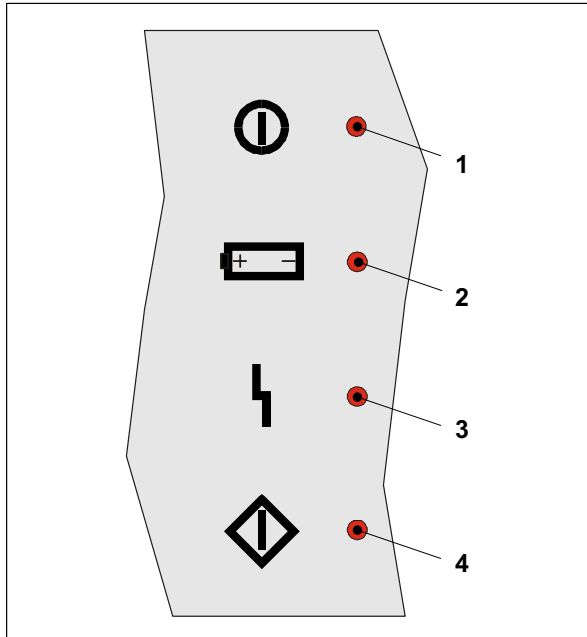

Fig. 22 Diodos luminosos (LED's) indicadores de estado y perturbación
- El LED *Mando ON* (Fig. 22/1) sirve para indicar que el mando está activado. Si no luce este LED es porque hay un fallo en la unidad de mando o porque el interruptor del proceso situado en la parte posterior del PLC se encuentra en la posición STOP.
- El LED *Fallo batería* (Fig. 22/2) sirve para indicar que es necesario cambiar la batería tampón del PLC (servicio Heidelberg).
- El LED *Fallo* (Fig. 22/3) sirve para indicar que hay un fallo como mínimo en el tampón de fallos del mando.
- El LED *Unidad ON* (Fig. 22/4) sirve para indicar que el DryStar 2000 está activado.
La selección del DryStar 2000 se indica en el panel de mando del armario del secador al iluminarse el LED *Unidad ON* (Fig. 22/4).
Si el LED *Unidad ON* (Fig. 22/4) parpadea, es que hay un fallo en el DryStar 2000. En dicho caso, consulte los datos dados en el capítulo 9 "Solución de fallos de funcionamiento".